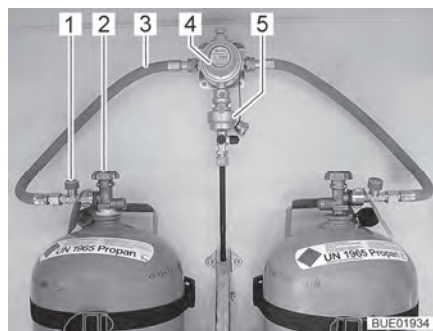
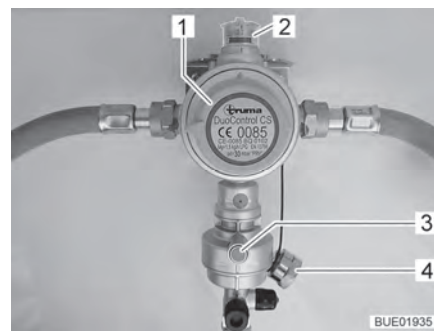
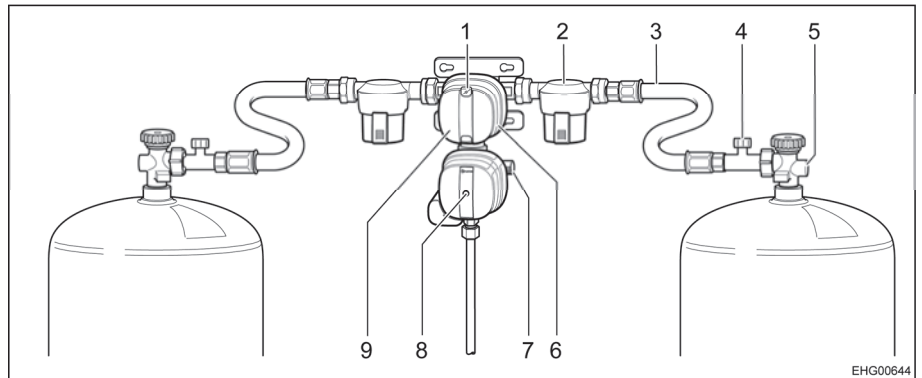

Fig. 67 Bombonas de gas con DuoControl
Fig. 68 Sistema de regulación DuoControl
Fig. 69 Sistema de regulación de presión de gas DuoControl CS
El sistema de regulación DuoControl se compone de una válvula selectora (Fig. 67,4) y el sensor de impacto (Fig. 67,5). El sistema de regulación DuoControl está montado entre las gomas del gas (Fig. 67,3) con dispositivo de seguridad en caso de rotura de manguera (Fig. 67,1). Con el botón giratorio (Fig. 68,1) en la válvula selectora se puede determinar cuál de las bombonas de gas se utilizará como bombona de servicio y cuál de ellas como bombona de reserva.
En la mirilla (Fig. 68,2) se indica el estado del suministro de gas:
Está permitido el funcionamiento con una sola bombona de gas; sin embargo, la conexión abierta se deberá tapar con una tapa ciega (Fig. 68,4).
El sensor de impacto bloqueará el suministro de gas en caso de un impacto significativo (p. ej. accidente). El sensor de impacto se pone en funcionamiento pulsando el botón de restablecimiento verde (Fig. 68,3).
El dispositivo de seguridad en caso de rotura de manguera (Fig. 67,1) bloqueará el flujo de gas si se rompe la manguera conectada. El dispositivo de seguridad en caso de rotura de manguera se deberá activar pulsando la tecla verde.
El sistema de regulación DuoControl se compone de una válvula selectora con sensor de impacto (Fig. 69,9). El sistema de regulación DuoControl está montado entre las mangueras de alta presión (Fig. 69,3) con dispositivo de seguridad en caso de rotura de manguera (Fig. 69,4). Con el botón giratorio (Fig. 69,6) en la válvula selectora se puede determinar cuál de las bombonas de gas se utilizará como bombona de servicio y cuál de ellas como bombona de reserva.
En el indicador de estado (Fig. 69,1) se indica el estado del suministro de gas:
Está permitido el funcionamiento con una sola bombona de gas; sin embargo, la conexión abierta se deberá tapar con una tapa roscada (Fig. 69,7).
El sensor de impacto bloqueará el suministro de gas en caso de un impacto significativo (p. ej. accidente). El sensor de impacto se pone en funcionamiento pulsando el botón de restablecimiento amarillo (Fig. 69,8).
El dispositivo de seguridad en caso de rotura de manguera (Fig. 69,4) bloqueará el flujo de gas si se rompe la manguera conectada.
En la unidad de mando (Fig. 70), se conecta y desconecta el suministro de gas a través del sistema de regulación DuoControl. Las llaves de paso principales (Fig. 69,5) de las bombonas de gas y las válvulas de paso de gas deben abrirse a mano.
- Con el botón giratorio (Fig. 69,6) en la válvula selectora, seleccionar la bombona de gas de la que habrá de tomarse el gas principalmente (bombona de servicio). Girar el botón giratorio siempre hasta el tope.
- Abrir las llaves de paso principales (Fig. 69,5) de las bombonas de gas.
- Activar el dispositivo de seguridad en caso de rotura de manguera. Para ello, pulsar la tecla verde (Fig. 67,1) o bien el dispositivo de seguridad en caso de rotura de manguera (Fig. 69,4) por aprox. 5 segundos. En la mirilla o bien en el indicador de estado (Fig. 69,1) se visualizará la marca verde.
- Cerrar las llaves de paso principales (Fig. 67,2 ó bien Fig. 69,5) de las bombonas de gas.
En caso de que luz de control verde (Fig. 70,6) se apague durante el servicio y se encienda la luz de control roja (Fig. 70,5), estará vacía la bombona de servicio y se deberá cambiar. En la mirilla (Fig. 68,2) o bien en el indicador de estado (Fig. 69,1) se visualizará la marca roja. La bombona de reserva seguirá suministrando gas a los consumidores de gas.
- Girar el botón giratorio (Fig. 69,6) media vuelta en sentido de la bombona de gas utilizada de momento. De este modo, esta bombona de gas ahora será la bombona de servicio y la bombona de gas vacía se convertirá en la bombona de reserva. La marca en la mirilla (Fig. 68,2) o bien en el indicador de estado (Fig. 69,1) cambiará de rojo a verde.
- Cerrar la llave de paso principal (Fig. 67,2 ó bien Fig. 69,5) de la bombona de gas vacía. Observar el sentido de la flecha.
- Activar el dispositivo de seguridad en caso de rotura de manguera. Para ello, pulsar la tecla verde (Fig. 67,1) o bien el dispositivo de seguridad en caso de rotura de manguera (Fig. 69,4) por aprox. 5 segundos.